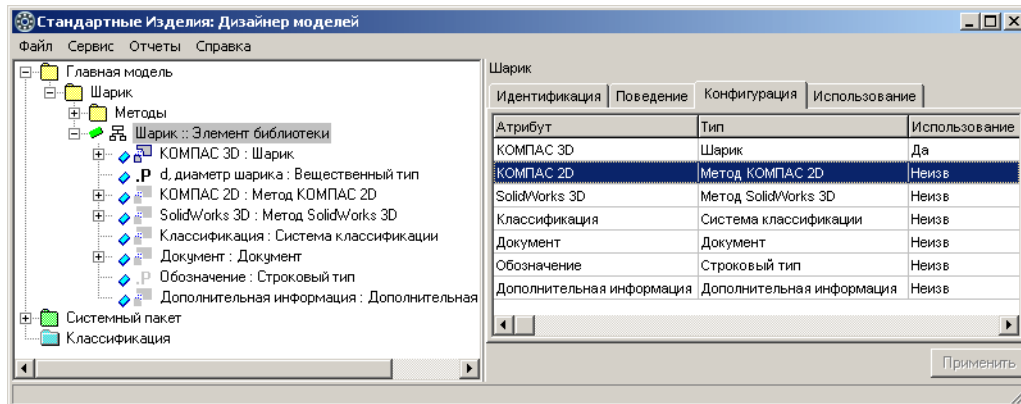

Рис. 3.34.
1. Укажите класс *Шарик :: Элемент библиотеки* и раскройте вкладку **Конфигурация**. На вкладке будут показаны атрибуты, по которым класс можно конфигурировать (рис. 3.34).